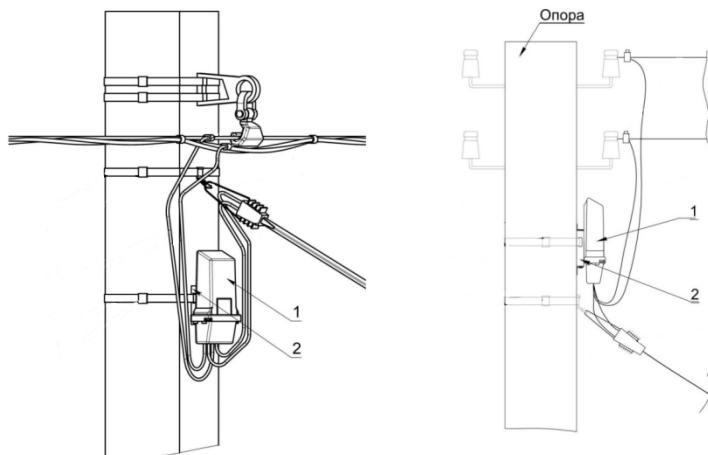

Рисунок 3.3 – Варианты крепления счетчика на опоре ЛЭП.
3.2.4 Убедиться в надежной фиксации отводящих проводов на опоре ЛЭП, исключающей любую дополнительную тянувшую нагрузку на счетчик в процессе эксплуатации (см. рисунок 3.3).